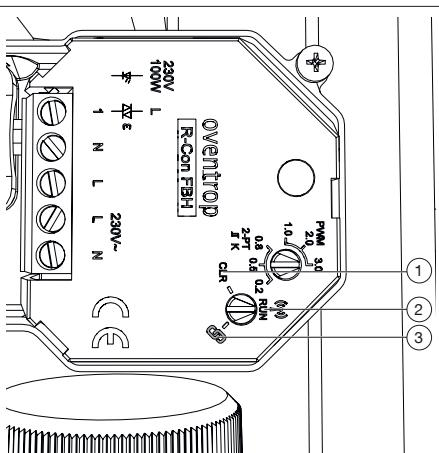

Fig. 12 : Options de paramétrage du récepteur radio « R-Con FBH »
- Positionner le sélecteur rotatif du récepteur radio « R-Con FBH » sur « Connecter » (voir Fig. 12 en page 50 (3)). La LED se met